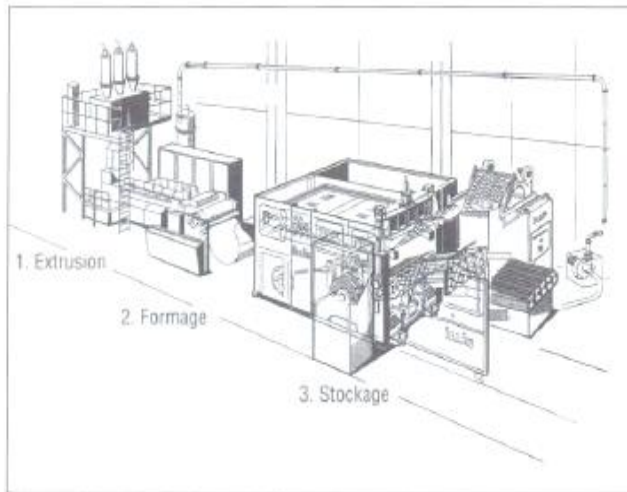

Fig. 2. Installation industrielle de fabrication de gobelets de grande productivité.
4. Régler la pince de basculement selon l'épaisseur de plaque à thermoformer (fig. 2) ;
Bien que la méthode soit relativement simple, l'industrie utilise dans la plupart des cas des machines spéciales pour ce type de mise en œuvre (fig. 2).
Selon la taille des pièces, il est réalisé par un four ou par des panneaux infrarouges. On peut thermoformer directement en sortie d'extrusion de la plaque. Les panneaux IR sont montés sur un chariot inférieur et un supérieur (fig. 2) qui sont placés de chaque côté de la feuille pour la chauffer directement des deux côtés. Cette solution est très avantageuse dans le cas de plaques épaisses. Le temps de chauffage est relativement long : 2 à 10 min pour 1 mm d'épaisseur (fonction de la matière et de sa couleur). Le système de fixation de la plaque sur le cadre provoque le refroidissement des bords par la fuite de chaleur à travers le châssis métallique de la machine. On compense ces pertes par des dispositifs spéciaux tels que l'écran réflecteur, l'isolation du serre-flan, le chauffage individuel. La puissance des organes chauffants est de l'ordre de 25 à 30 kW.m². La température de chauffage (20 à 30 °C minimum au-dessus de T_v) dépend de la matière. On a intérêt à chauffer la matière à la température minimale admissible pour augmenter la cadence du formage.